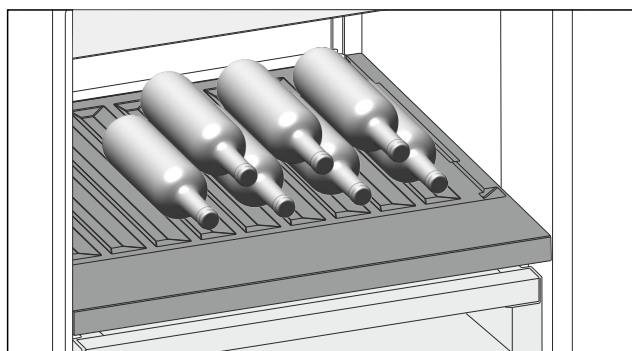

Fig. 178 Ilustrativni primjer
- Stavite boce s dnom prema stražnjoj stijenci hladnjaka. (pogledajte Fig. 178)